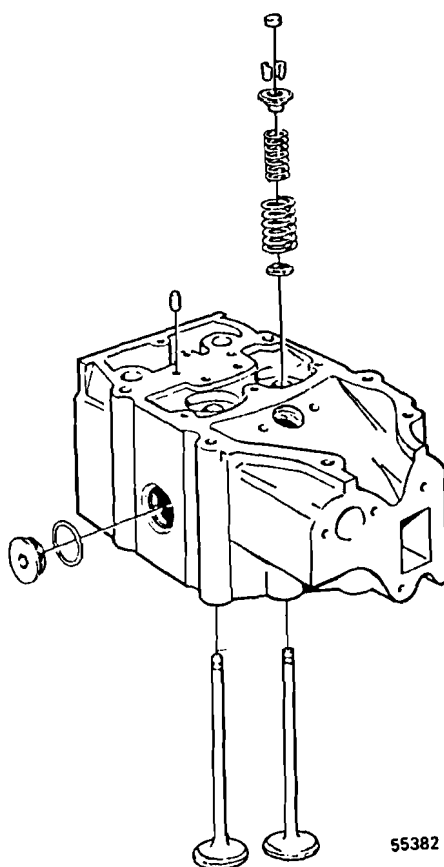

Fig. 46
- 1 Quitar las válvulas y los muelles, véase fig. 46. Utilizar un tensor de válvulas para comprimir los muelles para quitar los cierres de válvula.